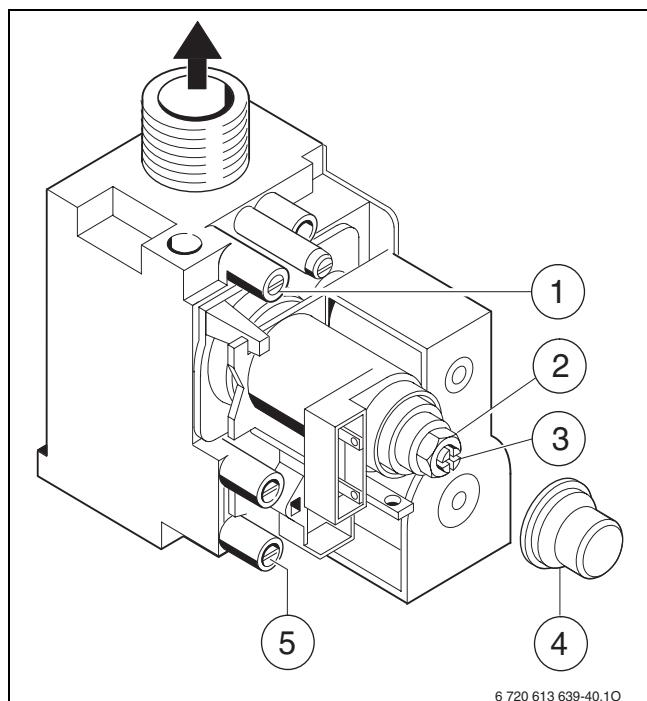

Рис. 33
- ▶ Отвернуть уплотнительный винт измерительного штуцера давления перед форсунками (1) и подсоединить U-образный манометр (→ рис. 33).
- ▶ Снять крышку (4).
- ▶ Давление перед форсунками для положения «максимум» приведено в таблице на стр. 54. Установите давление перед форсунками регулировочным винтом максимального расхода газа (2). Поворот направо - больше газа, поворот налево - меньше газа.